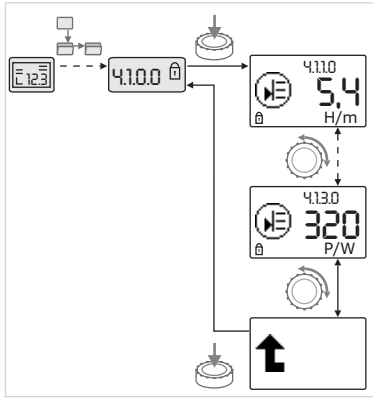

Fig. 44: Solicitud de información
- Girando el botón blanco se accede a elementos de menú del tipo “Información” del submenú actual (véase la Fig. 44). Para obtener una explicación de los ajustes representados por símbolos, véase la tabla del capítulo 8.7 “Referencia de elementos de menú” en la página 231.